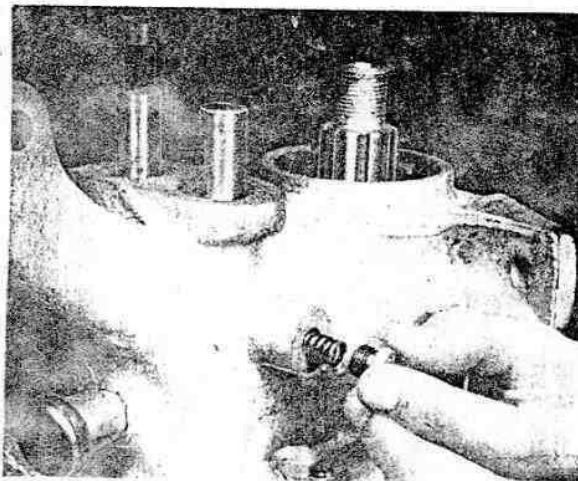

Fig. 174. — Instalando la bolilla retén, resorte y tapón del mecanismo de mando, en la extensión trasera.
10) Para colocar cómodamente las bolillas retén de las barras de cambios, sus resortes y tapones, llevar hacia afuera la barra corta y hacia adentro la barra larga (Fig. 174) .